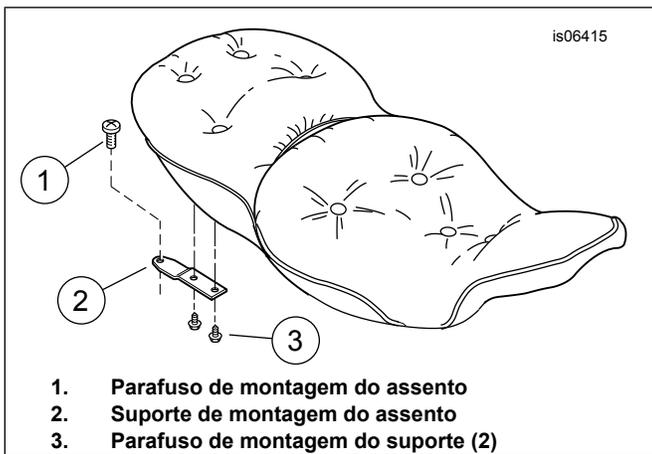
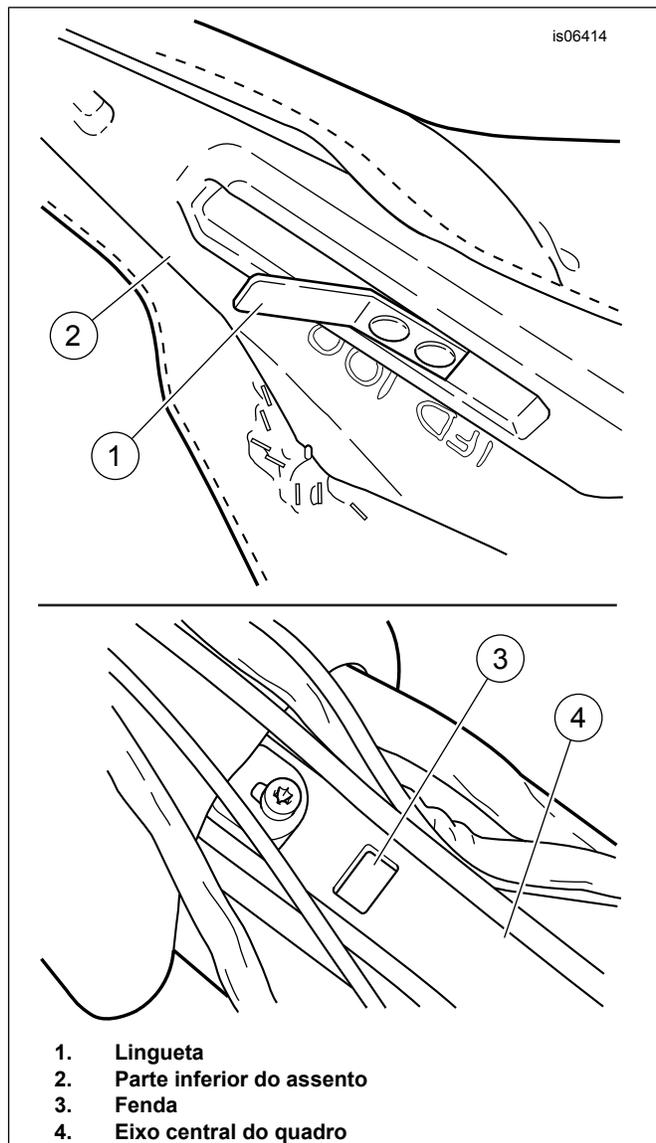

Figura 1. Suporte de montagem traseiro do assento
Figura 2. Montagem dianteira do assento
4. Veja Figura 1 Remova o parafuso (1) para soltar o suporte de montagem traseiro do assento (2) do para-lama traseiro.
5. Veja Figura 2. **Para modelos com Tour-Pak, mas SEM alto-falantes traseiros:** Para modelos com Tour-Pak **E alto-falantes traseiros:** Para modelos **SEM** Tour-Pak: Deslize o assento para trás para soltar a lingueta (1) na parte dianteira do assento da fenda (3) no eixo central do quadro (4) e remova o assento do quadro.
- Deslize o assento para trás **ligeiramente** para soltar a lingueta (1) na parte dianteira do assento da fenda (3) no eixo central do quadro (4) e remova o assento do quadro.
6. Veja Figura 1 Remova os dois parafusos (3) para soltar o suporte de montagem traseiro (2) da parte inferior do assento.
4. Veja Figura 2. **Para modelos SEM Tour-Pak:** Empurre com firmeza a parte dianteira do assento para baixo e para trás até que a lingueta (1) se encaixe na fenda (3) no eixo central do quadro (4). **Para modelos COM Tour-Pak:** *NOTA para modelos COM ALTO-FALANTES TRASEIROS: Se necessário, peça para que um assistente fique atrás da motocicleta e segure o Tour-Pak com firmeza. Afrouxe ou remova os parafusos que prendem a parte inferior do Tour-Pak ao trilho do suporte. Tome cuidado para não puxar o Tour-Pak de volta o suficiente para começar a puxar os fios pelos ilhós, pois os fios podem ficar danificados. Peça ao assistente para deslizar de volta e com cuidado o Tour-Pak solto LIGEIRAMENTE e segurá-lo nessa posição até que o novo assento seja instalado.*
- c. Use a outra mão para empurrar com firmeza a parte dianteira do assento para baixo e para trás até que a lingueta (1) se encaixe na fenda (3) no eixo central do quadro (4).
7. Veja Figura 1. Instale o parafuso (1) através do furo do suporte de montagem do assento e através da porca de retenção, e aperte com torque de 2,3–4,5 N·m (20–40 in-lbs).